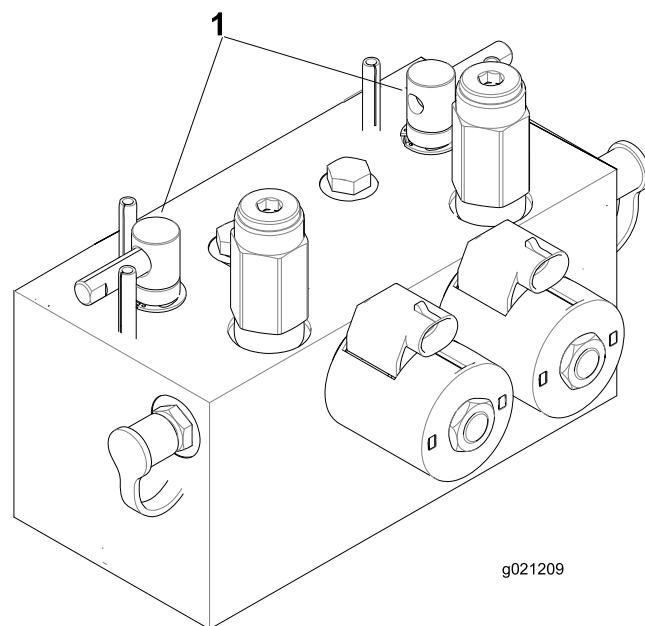

Figura 107
- Sbloccate il sedile ed alzate per esporre le leve di lappatura (Figura 107).
- Selezionate le leve di lappatura anteriore, posteriore o entrambe per stabilire gli elementi da lappare (Figura 107).